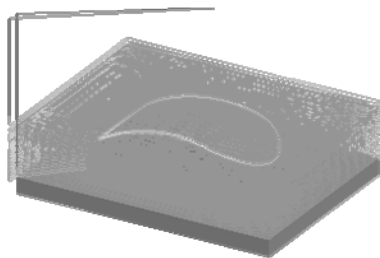

图 5-49 生成刀具轨迹
2) 单击鼠标右键确认,系统开始计算,稍后得出刀具轨迹如图 5-49 所示。